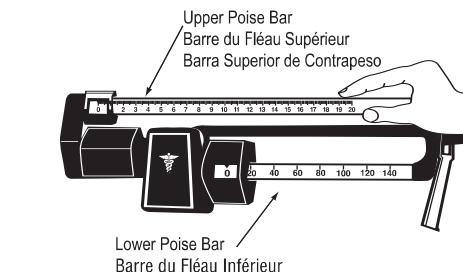

Fig. 4
(Models 400KL and 402KL only- Figure 4)
**1** Rotate both the upper and lower poise bars with a gentle twist of the wrist (Figure 4) to the selected unit of measure.
(Modèles 400KL et 402KL uniquement - Figure 4)
**1** Faire tourner les barres supérieure et inférieure de contrepoids d'un léger mouvement du poignet (Figure 4) vers l'unité de mesure sélectionnée.